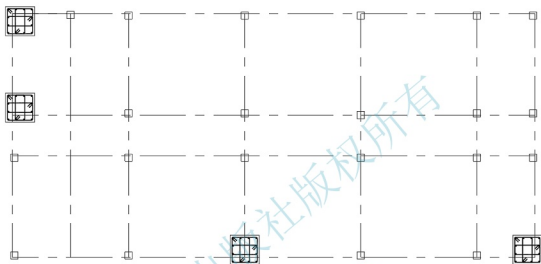

图 5.76 柱网平面布置图及柱配筋
(2) 参照附图 2.6 绘制“柱网平面布置图及柱配筋图”, 如图 5.76 所示。